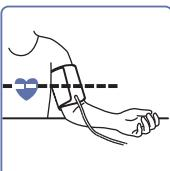

Fig. 6
7. Asseyez-vous sur une chaise et placez votre bras sur la table, de manière à ce que le brassard se trouve au niveau de votre cœur (Fig. 6).